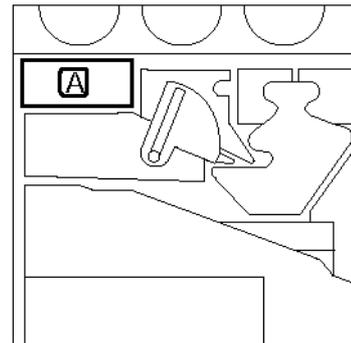

Figure 15 : Emplacement du flacon de récupération toner plein
- 3 Repérez le flacon de récupération toner (zone A figure 15) dans le coin supérieur gauche de la machine.